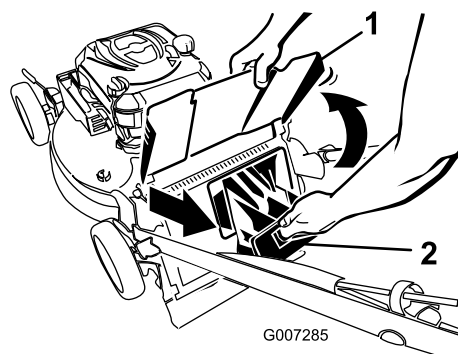

Figura 27
2. Sollevate il deflettore di scarico e tenetelo sollevato (Figura 27).
3. Togliete il coperchio di scarico posteriore (Figura 27).